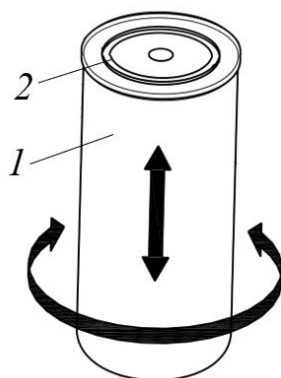

Рисунок 5.15. Расположение уплотнительного кольца на фильтре
- ▶ Смазать уплотнительное кольцо 2 нового сменного фильтра 1 моторным маслом, см. рис. 5.15.